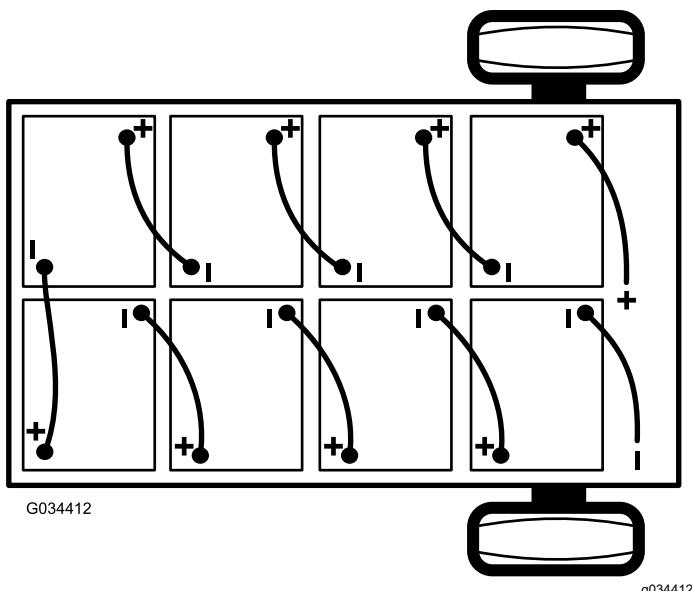

Figura 42
2. Desligue o fio negativo principal da bateria (preto) que liga o banco das baterias ao ponto de ligação à terra da máquina (Figura 42).
- Desligue o fio positivo principal da bateria (vermelho) que liga o banco das baterias ao contactor principal da máquina (Figura 42).
- Nota:** Obs.: Preste atenção à polaridade das baterias quando trocar de baterias (Figura 42).
- Faça a ligação das baterias como se mostra na Figura 42 com os cabos de interligação das baterias que removeu no passo 1.
- Ligue o fio positivo principal da bateria (vermelho) entre o banco das baterias e a máquina (Figura 42).
- Ligue o fio negativo principal da bateria (preto) entre o banco das baterias e a máquina (Figura 42).